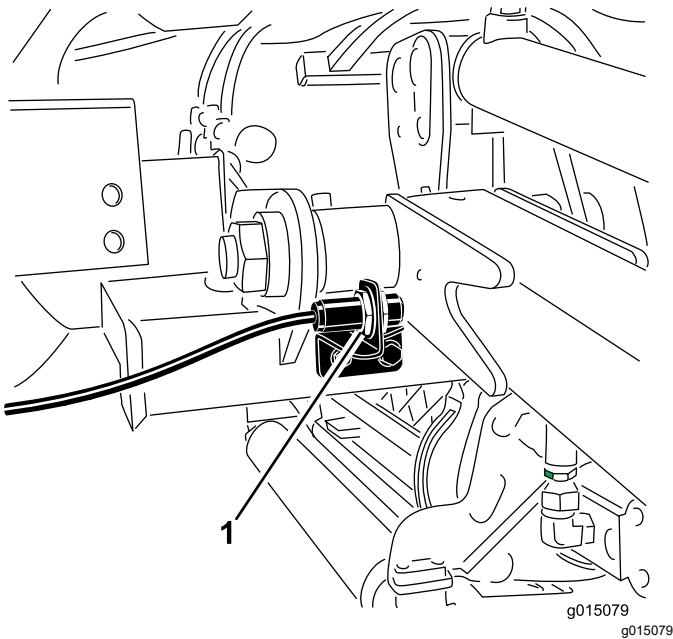

Bild 61
3. Lösen Sie die Befestigungsschrauben des Schalters (**Bild 61**) und schieben den Schalter nach oben, um die Wendehöhe des Hubarms zu erhöhen, oder schieben Sie den Schalter nach unten, um die Wendehöhe des Hubarms zu verringern.